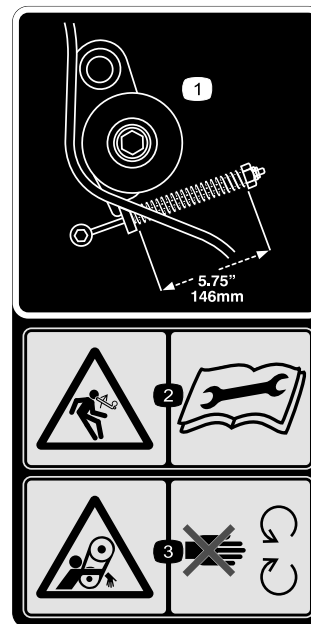

Рисунок 32
1. Проверьте правильность натяжения ремня, сжав пружину натяжного шкива до длины 146 мм; см. Рисунок 32.